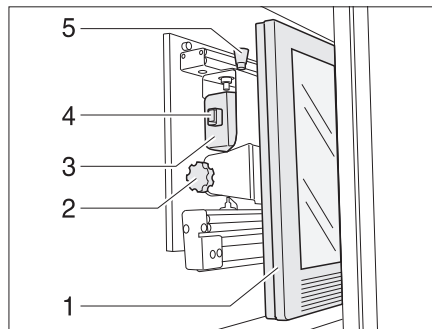

Bild 99 TV-Schrank
- Entriegelungsknopf (Bild 99,5) drücken und Halterung für den Flachbildschirm am Griffstück (Bild 99,4) bis zum Anschlag nach vorn ziehen.
- Entriegelungsknopf (Bild 99,1) ziehen und Flachbildschirm (Bild 99,2) in die gewünschte Position schwenken.
- Rändelschraube (Bild 99,3) lösen.